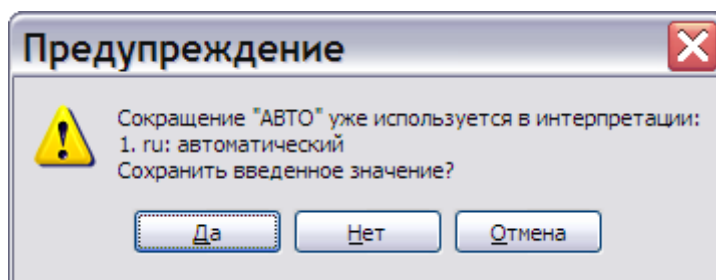

Рис. 3.55
3. Нажмите на кнопку . После этого появится окно с запросом (Рис. 3.55).